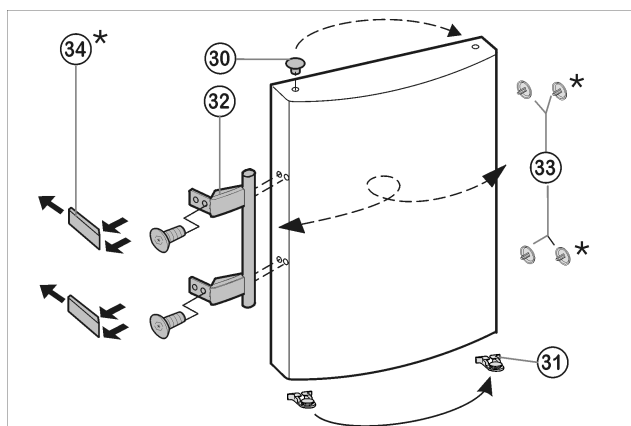

Fig. 7
- Извлеките пробку *Fig. 7 (33)* из опорной втулки дверцы и переставьте.
- ▶ Снимите и переставьте на противоположную сторону дверную ручку Fig. 7 (32), пробку Fig. 7 (33) и прижимные пластины* Fig. 7 (34).